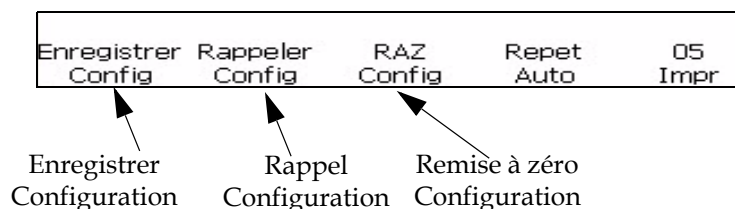

Figure 4-30: Fenêtre <05 Imprimer>
- 1 Naviguez jusqu'à la Fenêtre <05 Imprimer> (01 Editer > 02 Editer > 03 Editer > 04 Editer - Config. Imprimante > 01 Imprimer > 02 Imprimer > 03 Imprimer > 04 Imprimer > 05 Imprimer). Voir Figure 4-30 à la page 4-33.
- 1 Naviguez jusqu'à la Fenêtre <05 Imprimer>. Voir Figure 4-30 à la page 4-33.